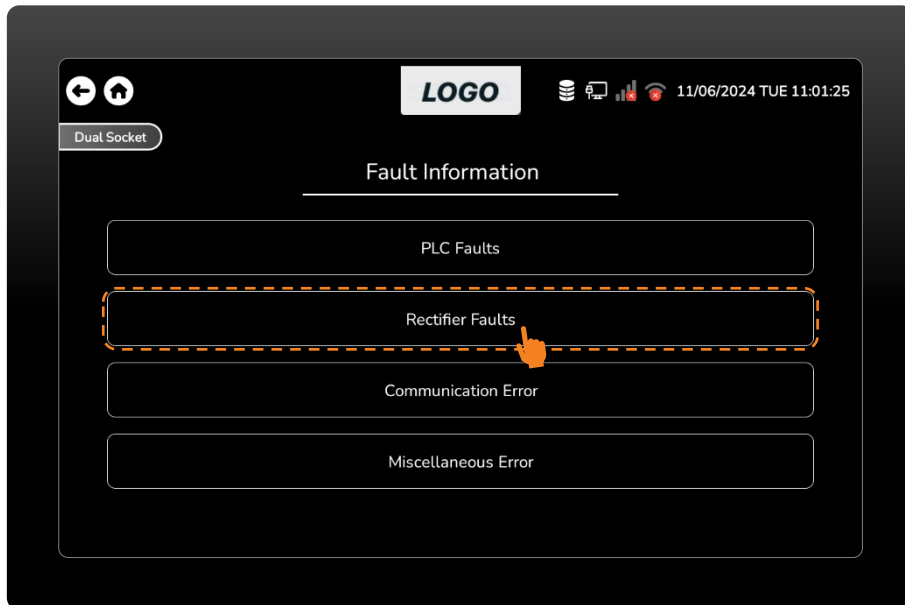

Figure 74 Press the Rectifier Faults Button.
- To get information about rectifier faults, press the Rectifier faults button. (Figure 74)